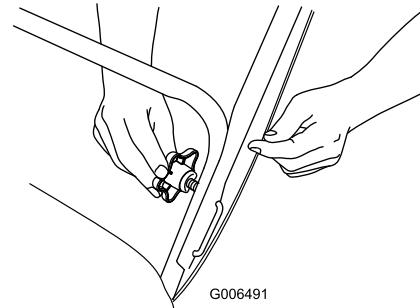

Figure 4
1. Dispositif de blocage en « U » (2) 2. Boutons de guidon
2. Insérez le dispositif de blocage en U dans le trou libre du guidon et serrez fermement les boutons du guidon (Figure 4).